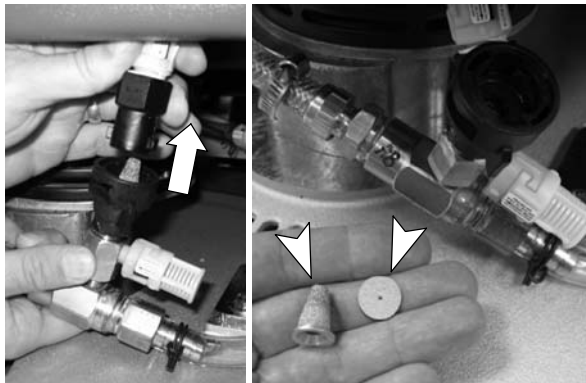

FIG. 49
- 2. Ouvrez le compartiment du filtre noir et nettoyez ou remplacez la plaque d'orifice et le filtre (Figure 49).